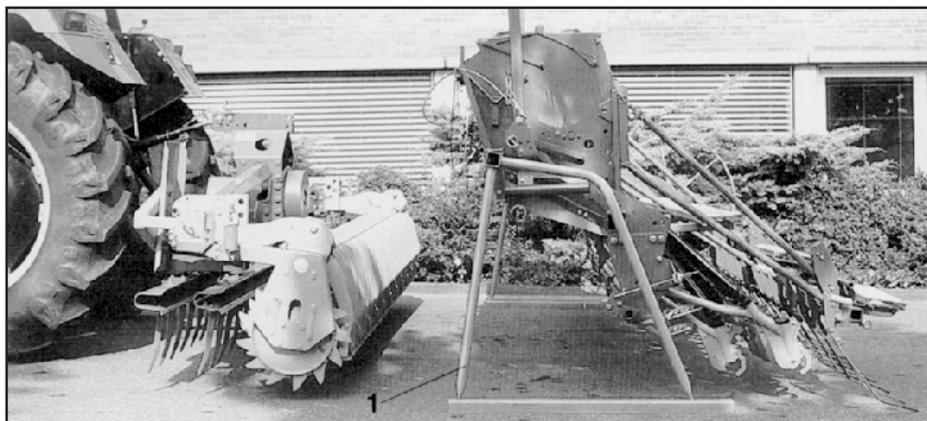

Рис. 12
- Подвести комбинированный агрегат задним ходом к насадной рядовой сеялке, которая стоит на стояночных кронштейнах (рис. 12).
- Всю комбинацию приподнять (рис. 12/1) и удалить стояночные кронштейны.